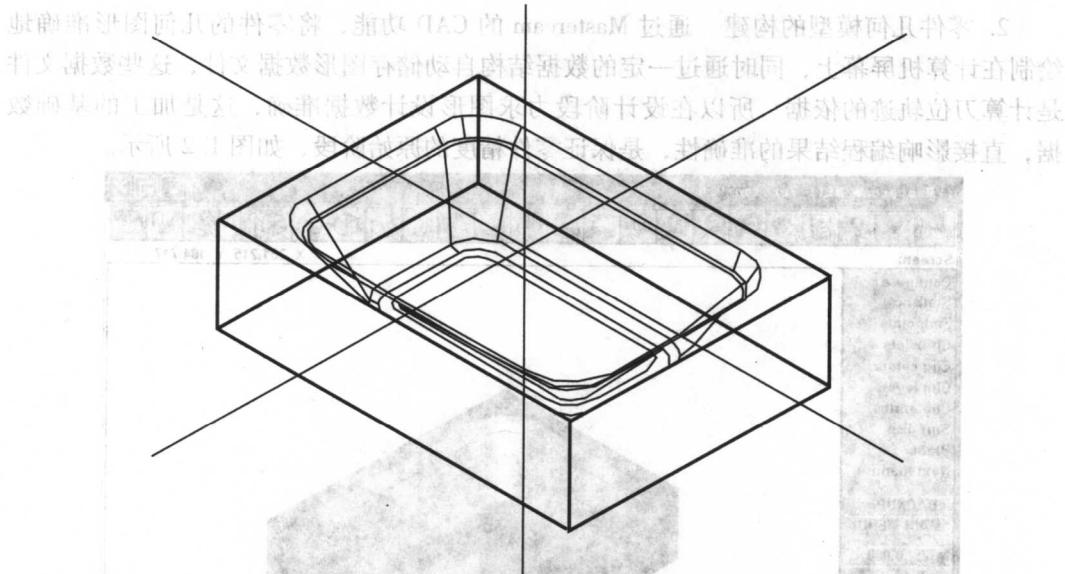
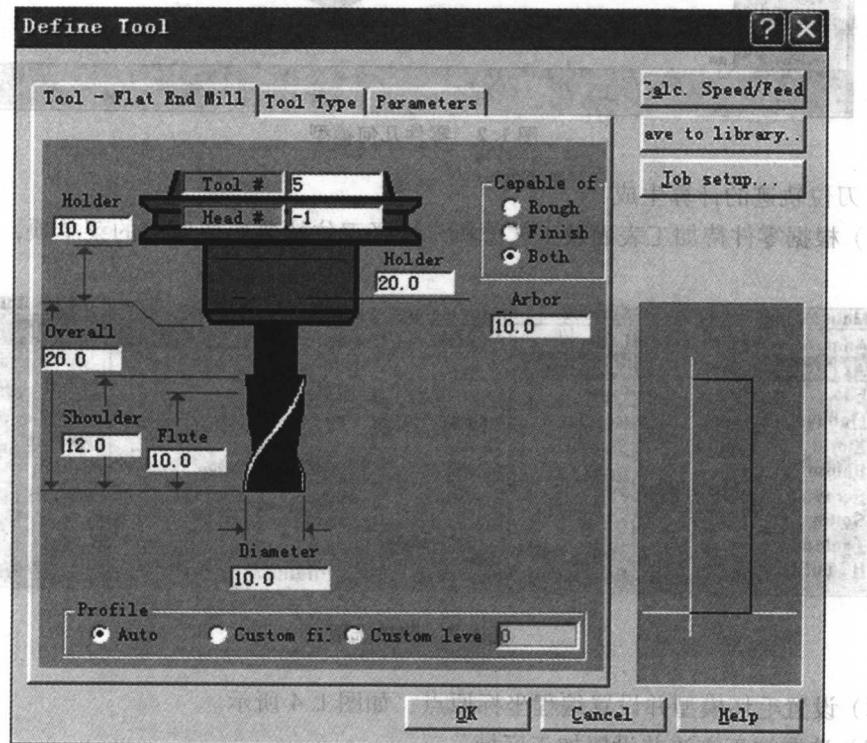
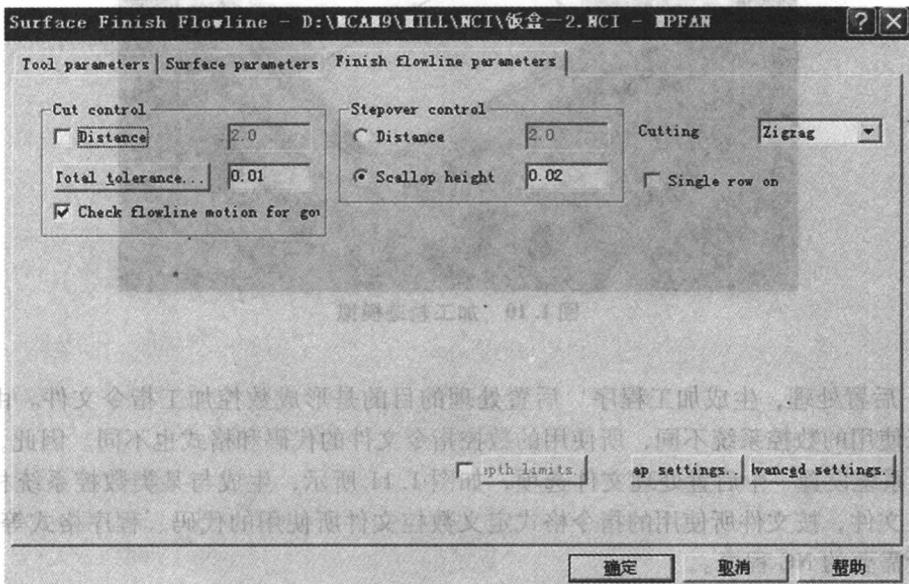

图 1.4 毛坯模型及编程坐标系
图 1.6 刀具参数的设置
图 1.8 加工参数设置 2
(2) 设置毛坯模型并设置编程坐标原点，如图 1.4 所示。
(3) 选取加工方法并设置加工区域。
(4) 设置刀具和加工工艺参数，如图 1.6 ~ 图 1.8 所示。